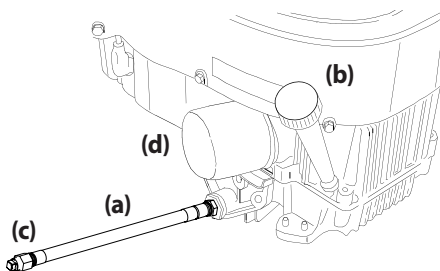

Figura 4-5
2. Ubique la manguera de drenaje de aceite (a) en el lado derecho del motor. Consulte la Figura 4-5.